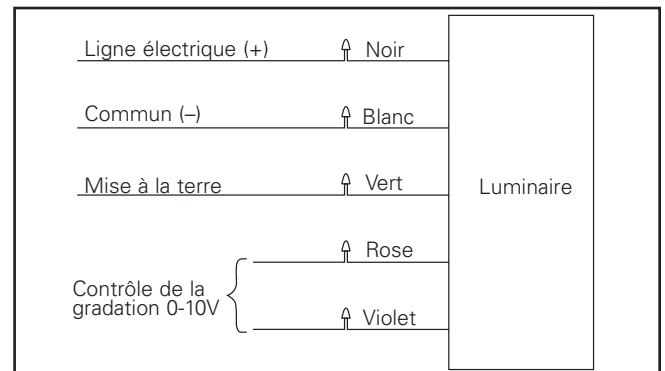

Figure 4.
4. Effectuez les raccords de fils à l'intérieur du bras de montage. Consultez le schéma de câblage pour effectuer les raccords (Figure 4). Raccordez les fils d'alimentation aux fils appropriés du luminaire :
7. Effectuez les raccords de fils à l'intérieur du luminaire. Consultez le schéma de câblage pour effectuer les raccords (Figure 4). Raccordez les fils d'alimentation aux fils appropriés du luminaire.
8. Rassemblez les fils dans le luminaire et installez la porte du luminaire. Serrez les quatre (4) vis de la porte du luminaire à un couple de 2,3 Nm (20 lb-po) (ou serrez les vis de serrage de la porte).
4. Faites les connexions conformément au schéma de câblage (Figure 4 ou 11 pour l'option avec bloc-pile de secours). Si vous utilisez les trous d'entrée latéraux du conduit pour l'alimentation du luminaire, tirez sur les fils pour les sortir du joint de la porte de la pile (en forme de pierre tombale). Remplacez le joint et scellez les trous de fils avec de la silicone RTV. Effectuez les connexions de fils à l'intérieur du boîtier de la pile avec la porte.